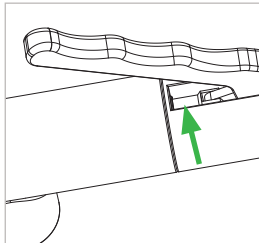

Abbildung 17
- ▶ Geben Sie einen kurzen Sprühstoß mit dem Zielröhrchen auf den Gabelkopfstift (Pos. 3) (Abbildung 17).